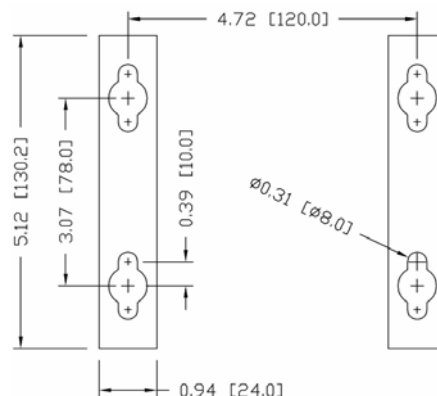

Figura 2-11: Forometria per il montaggio
Contrassegnare la posizione dei fori di montaggio sulla superficie verticale in base alle dimensioni illustrate nella Figura 2-11 in pollici e [mm] oppure portare il terminale alla parete e contrassegnare la posizione dei fori della staffa.
8. Far arretrare ciascun bullone in misura sufficiente per lasciare lo spazio perché la testa e la rondella piatta raggiungano il centro di uno dei fori nelle staffe di montaggio (vedere Figura 2-9 e Figura 2-11).
6. Far arretrare ciascun bullone in misura sufficiente da consentire a bulloni e rondelle di raggiungere il centro di una delle asole nelle staffe di montaggio (vedere Figura 2-9 e Figura 2-11).
Installare la vite e la rondella, lasciando uno spazio sufficiente all'asola della staffa, vedere Figura 2-9 e Figura 2-11.